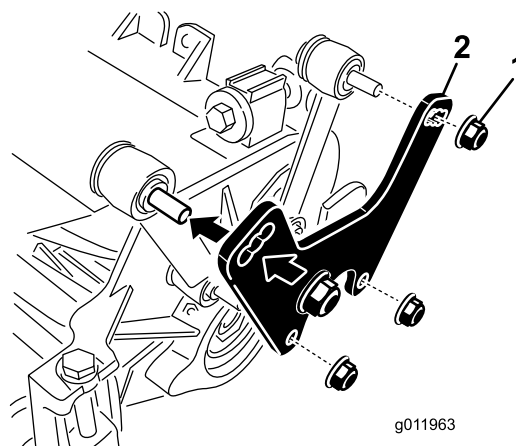

Figura 10
1. Rimuovete i dadi e le rondelle che fissano i tiranti di sollevamento alla piastra laterale dell'apparato di taglio e al telaio portante (Figura 10).